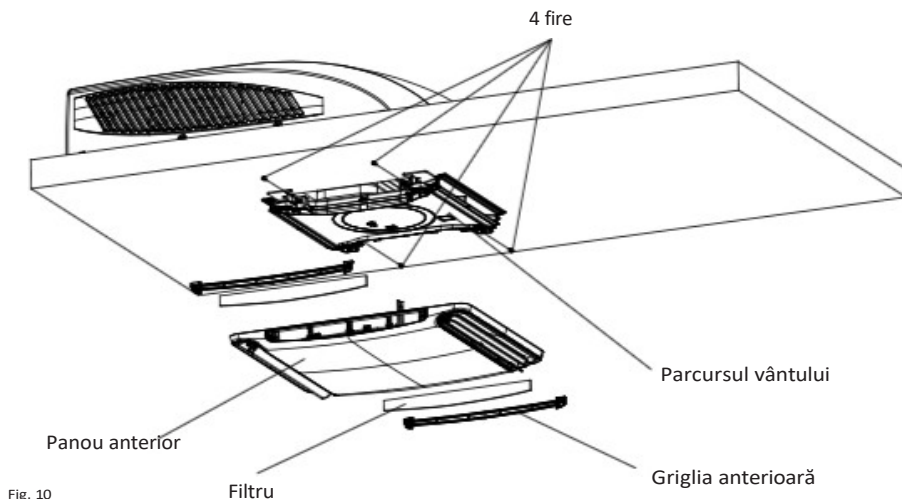

Fig. 10
2. Îndepărtați grila acoperișului de pe traseul ariei grupului de pe plafon folosind 4 șuruburi (vezi Fig. 10).